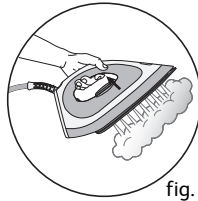

fig. 3
- Pour obtenir de la vapeur, appuyez sur la commande vapeur située sous la poignée du fer - **fig.3**. La vapeur s'arrête en relâchant la commande.